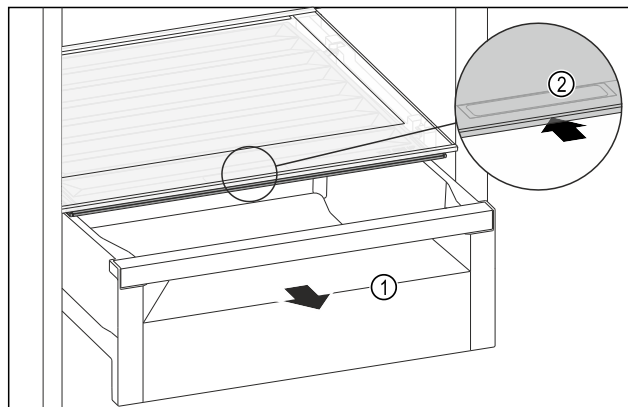

Fig. 194
- ▶ Izvucite ladicu Fig. 194 (1).
- ▶ Primite ručku Fig. 194 (2) na poklopcu pretinca i istodobno povucite poklopac pretinca prema natrag.